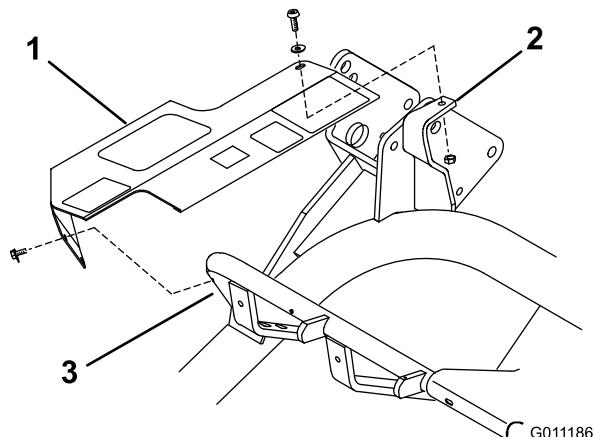

Bild 7
2. Befestigen Sie das hintere Ende der Abdeckung mit einer Innensechskantschraube (1/4 x 3/4 Zoll, einer Scheibe (1/4 Zoll) und einer Sicherungsmutter (1/4 Zoll) lose oben an der Befestigungshalterung (Bild 7).
3. Befestigen Sie das vordere Ende der Abdeckung mit zwei Blechschrauben lose am Rahmenrohr (Bild 7). Ziehen Sie alle Befestigungsschrauben der Abdeckung an.
1. Richten Sie die Befestigungslöcher der Abdeckung mit den Löchern im Rahmenrohr und der Befestigungshalterung aus (Bild 7).